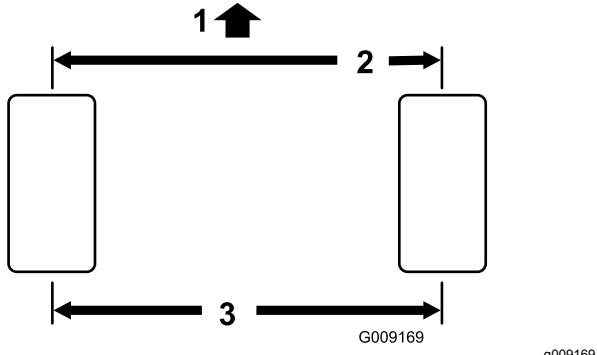

Figura 87
- Misurate l'interasse (all'altezza dell'assale) sulla parte anteriore e posteriore dei pneumatici di sterzo (**Figura 87**).